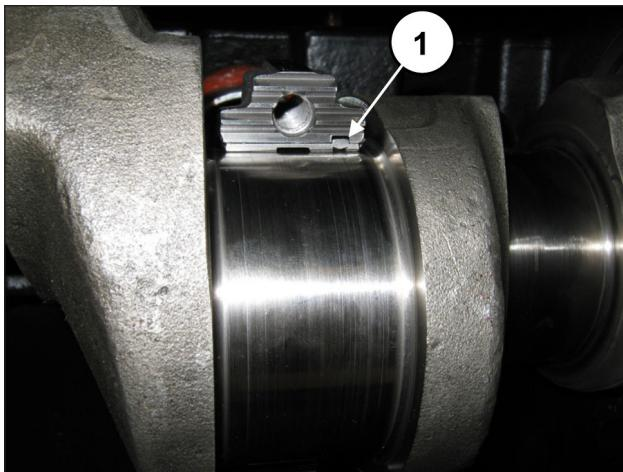

Fig. 68
Para uma montagem correta dos semi-rolamentos, verifique se a lingueta de referência dos semi-rolamentos está posicionada na compartimento apropriado na semi-bielas (pos. ①, Fig. 68).